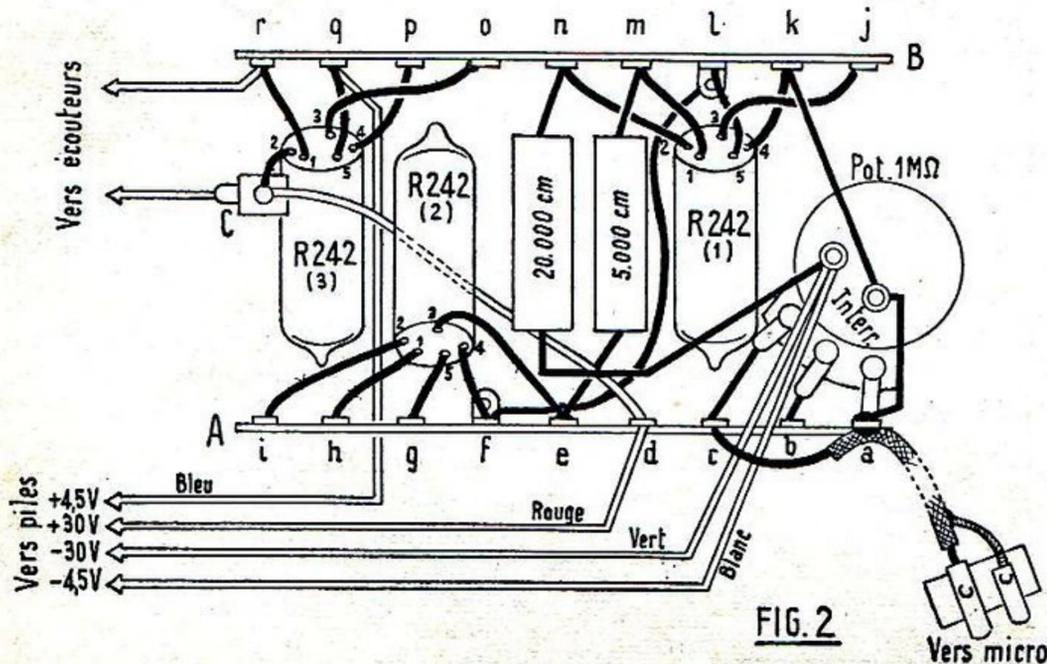
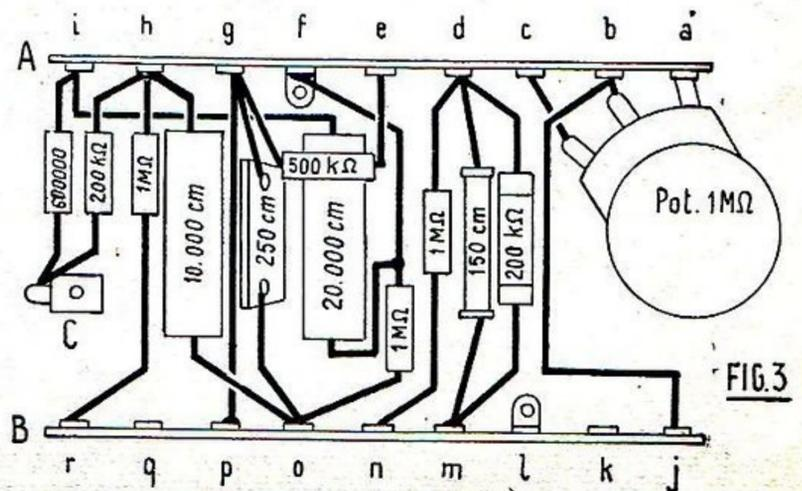
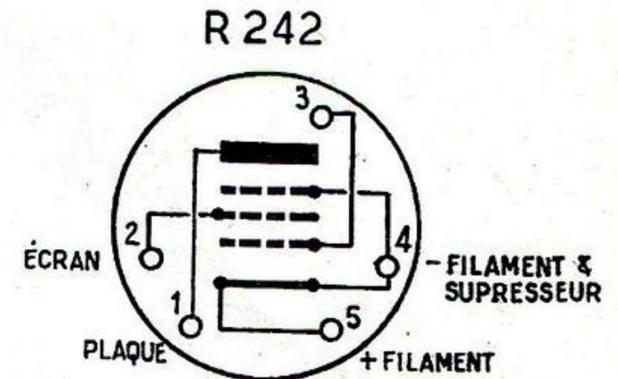

FIG. 2
FIG. 3
FIG. 4
Étant donné les dimensions extrêmement réduites de cet amplificateur et l'inutilité de blindage, il n'est pas réalisé comme ses semblables de plus forte taille sur un châssis métallique. Toutes les pièces qui le constituent, y compris les lampes, sont montées entre deux barrettes-relais à 9 cosses que nous avons représentées en A et B sur les figures 2 et 3.
Pourquoi avons-nous donné deux plans de câblage qui sont précisément ces figures 2 et 3 ? Simplement parce que le câblage étant extrêmement tassé, une seule figure aurait été pratiquement illisible. En réalité, ces deux figures se complètent pour donner le câblage total de l'appareil. La figure 2 montre le câblage d'un côté des barrettes et la figure 3, le câblage de l'autre côté. Vous pouvez d'ailleurs vous en rendre compte facilement par la disposition des cosses sur les deux figures, ces cosses étant identifiées par des lettres.
Vous vous munissez donc de deux barrettes relais du type miniature. Vous les choisissez de telle sorte que l'une (B) ait sa cosse l formée par une patte qui, ordinairement, sert à la fixation du relais ; et que l'autre (A) ait sa cosse f formée également par une patte de fixation. Prenez d'abord le relais A. Vous commencez par y fixer le potentiomètre interrupteur de 1 M Ω . Pour cela, vous soudez une des cosses extrêmes de cet organe sur la cosse A du relais, la cosse du curseur sur la cosse B et l'autre cosse extrême sur la cosse C. On voit clairement sur la figure 2 la disposition du potentiomètre qui est vu côté interrupteur.
de liaison de ces lampes, le constructeur les a fait sortir du pied, suivant une géométrie bien déterminée que nous avons représentée à la figure 4. Nous avons numéroté ces fils aussi bien sur la figure 4 que sur les figures 2 et 3. Vous voyez que le fil 1 correspond à la plaque, le fil 2 à la grille écran, le fil 3 à la grille de commande ; le fil 5 correspond au côté du filament qui doit être du côté positif de la batterie d'alimentation ; et le fil 4 à l'autre extrémité du filament et à la grille supprimeuse.
Sur le relais B, on soude les lampes R242 (1) et R242 (3). Vous pouvez facilement repérer sur la figure 2 l'emplacement de ces lampes. Cette position pourra d'ailleurs être légèrement modifiée lorsque les deux relais seront assemblés de manière à permettre le logement des autres pièces. Pour la lampe R242 (1), le fil 1 est soudé sur la cosse m du relais, le fil 2 sur la cosse n du relais, le fil 3 sur la cosse j du relais, le fil 4 sur la cosse k et le fil 5 sur la cosse l. Pour la lampe R242 (3) le fil 1 est soudé sur la cosse r du relais, le fil 3 sur la cosse o, le fil 4 sur la cosse p et le fil 5 sur la cosse q. Quant au fil 2 nous ne l'utiliserons pas momentanément. Ces lampes seront encore placées à 1 cm du relais et on veillera à ce que les fils ne se touchent pas.
modifiant le schéma suivant la figure 3. Le circuit oscillant, au lieu d'être placé dans le circuit grille d'entrée, est placé en liaison entre les deux tubes.
III. Oscillateur « Cathode Follower » variante I (figure 4).